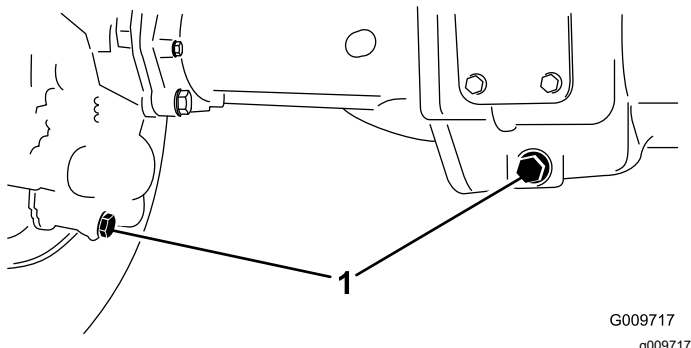

Bild 94
- Reinigen Sie den Bereich um die drei Ablassschrauben, d. h. jeweils eine an beiden Enden und eine in der Mitte (Bild 94).